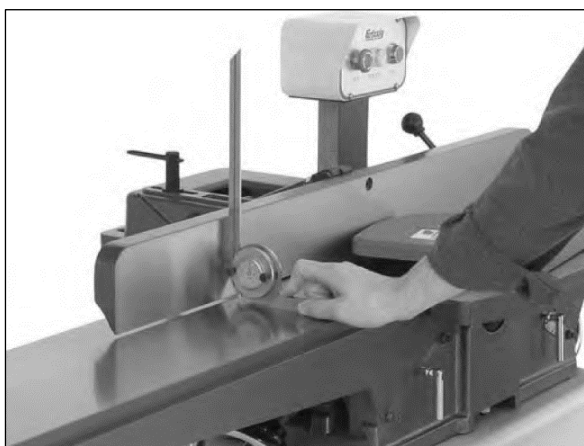

Рисунок 51.
Чтобы установить параллельный упор под 90 градусов (рис. 51):
- При помощи малки установите параллельный упор под углом 90 градусов (рис. 51).